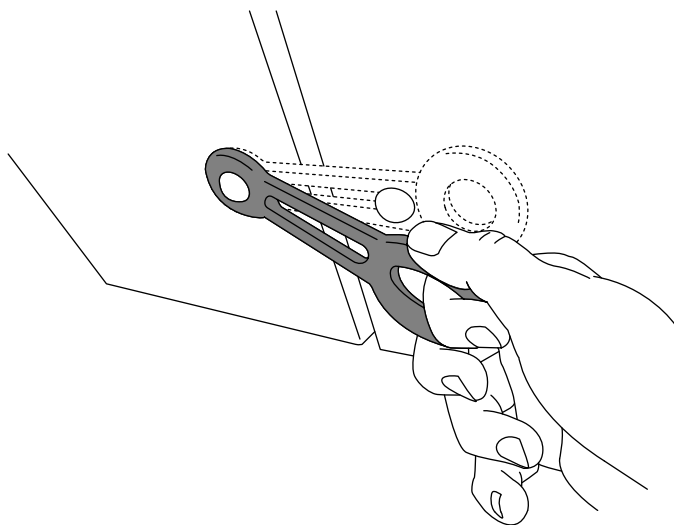

Figura 12
4. Cierre la cubierta y fije los cierres de la cubierta (Figura 12).